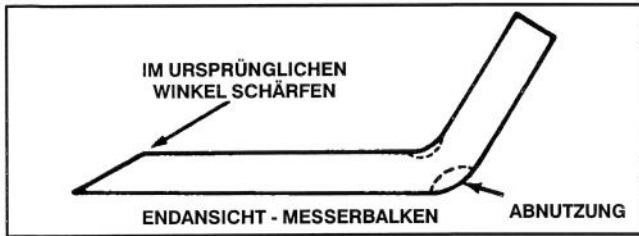

Abbildung 16
Jedesmal, wenn der Aufsitzmäher hochgekippt wird, den Messerbalken prüfen. Wenn dessen Befestigungsschraube locker ist, diese auf 61-81 Nm festziehen. Wenn Messerbalken oder Windflügel (Abb. 16) am Ende des Messers abgenutzt, korrodiert oder angerissen sind, den Messerbalken auswechseln. Verbogene und exzentrische Messerbalken austauschen. Um den sicheren Betriebszustand zu gewährleisten, immer nur echte TORO Ersatzteile verwenden. **NIE 'PASSEN SCHON' MESSER VERWENDEN.**
7. Die Schnittfläche an beiden Enden des Messerbalkens mit Hilfe einer Feile schärfen (Abb. 16).